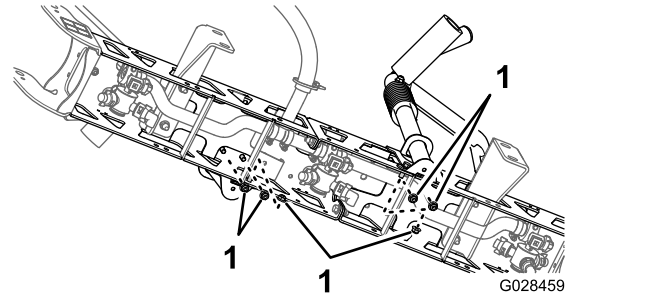
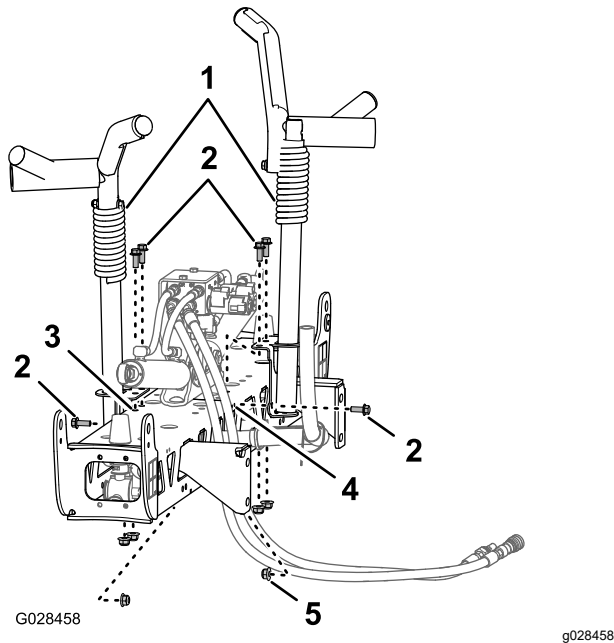

Bild 38
Bild 37
3. Befestigen Sie die Gabeln mit sechs Schrauben ($\frac{3}{8}$ " x 1") und sechs Sicherungsbundmutter ($\frac{3}{8}$ ") am Auslegerabschnitt (Bild 37 und Bild 38).
2. Fluchten Sie die Transportgabeln des mittleren Auslegerabschnitts aus (Bild 37).